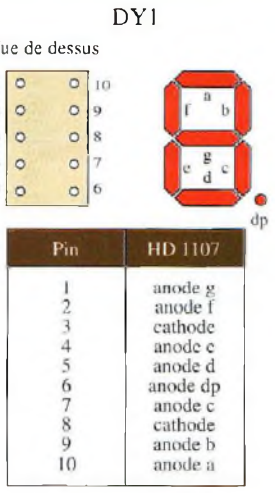

Fig.12 Schéma d'implantation et brochage de la Sonde Logique TTL
- Selon le schéma d'implantation reproduit en fig.12, placer les composants.